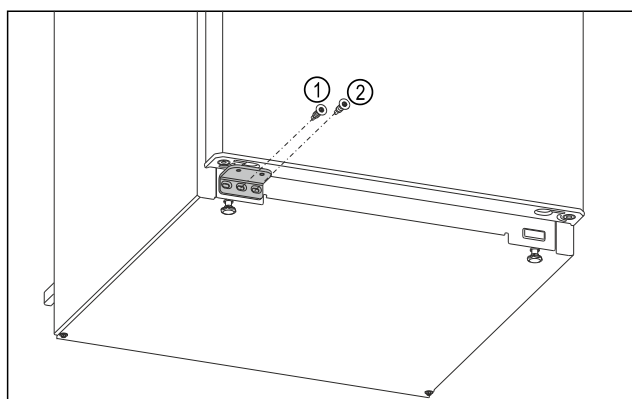

Fig. 17
- ▶ Înșurubați ferm șurubul din mijloc al suportului de lagăr Fig. 17 (1) cu șurubelnița Torx 20.
- ▶ Înșurubați ferm șurubul din interior al suportului de lagăr Fig. 17 (2) cu șurubelnița Torx 20.